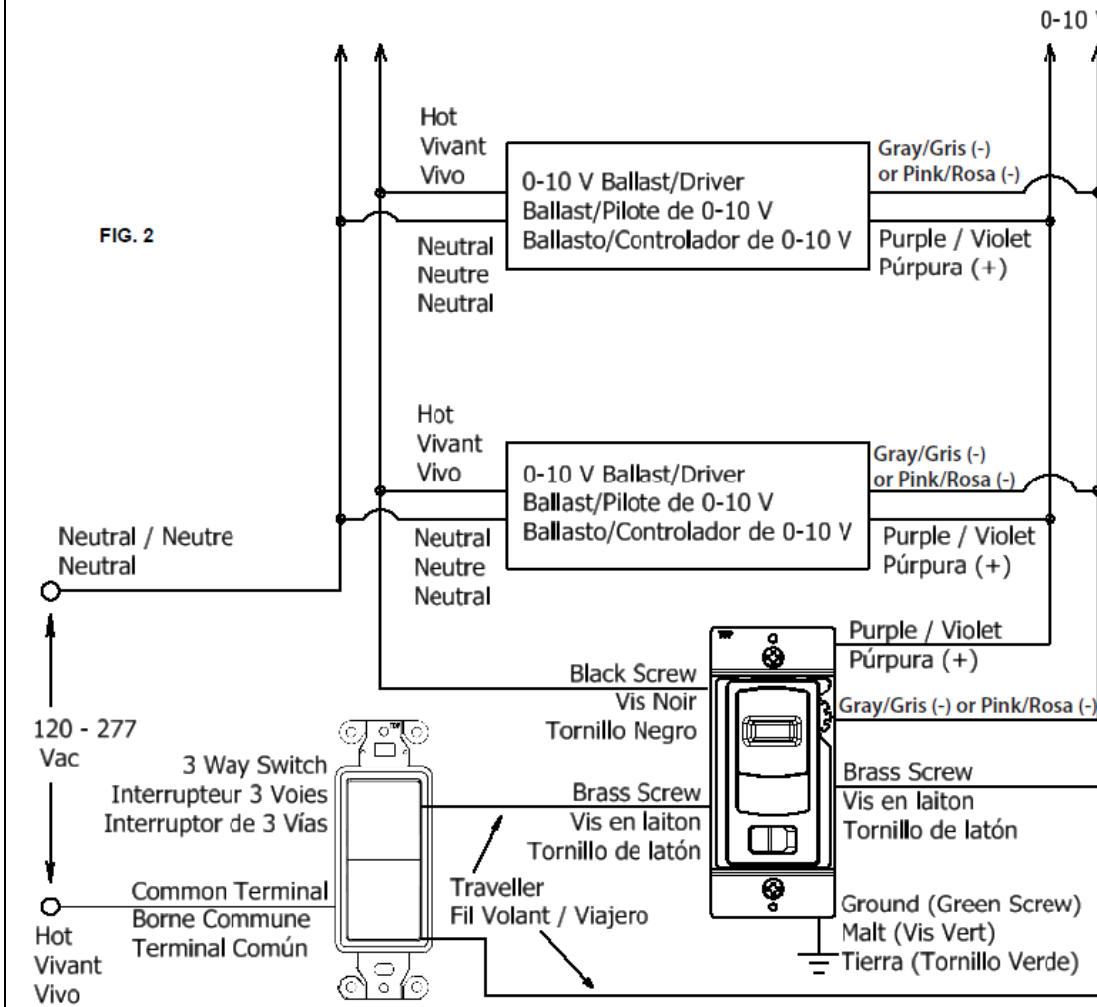

FIG. 2
- Para aplicación de 3 vías, consulte el diagrama de cableado que se muestra en la FIG 2 y la hoja de instrucciones del balastro / controlador.
2.2 For 3-way application see wiring diagram shown FIG 2 and the instruction sheet from the Ballast / driver.